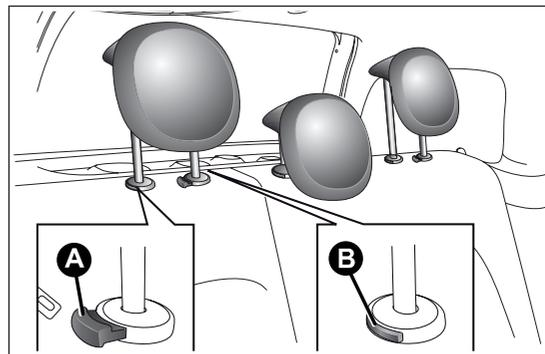

fig. 20
Réglage vers le bas : appuyer sur la touche A fig. 20 et baisser l'appui-tête.
- appuyer sur les touches A et B fig. 20 à côté des deux supports, puis enlever les appuis-tête en les tirant vers le haut.